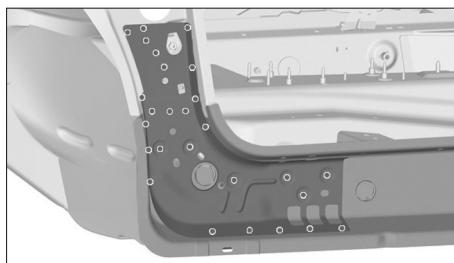

FIG. 124
- Soudé par points électriques (Fig.124).